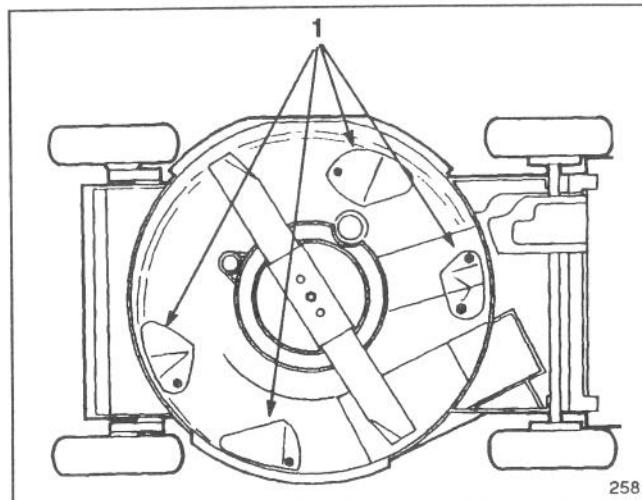

Figure 6
B. Quatre plaques de "déflection" sont montées sur le dessous de la tondeuse à des emplacements stratégiques (Fig. 6)